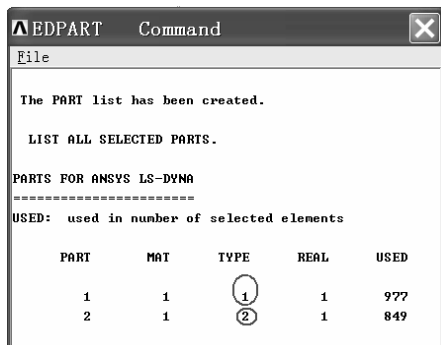

图 4-42 “EDPART Command” 窗口
(2) 保持“Parts Data Written for LS-DYNA”窗口的默认设置不变,单击该窗口中的“OK”按钮,弹出“EDPART Command”窗口(见图 4-42),该窗口中显示模型共生成了两个 Part。其中 Part1(该 Part 的编号为“1”)有 977 个单元,为柱壳;Part2 有 849 个单元,为球壳。这两个 Part 中的单元唯一不同之处为:Part1 中单元的单元类型编号为“1”,Part2 中单元的单元类型编号为“2”。
(3) 单击“EDPART Command”窗口右上角的叉号关闭该窗口。